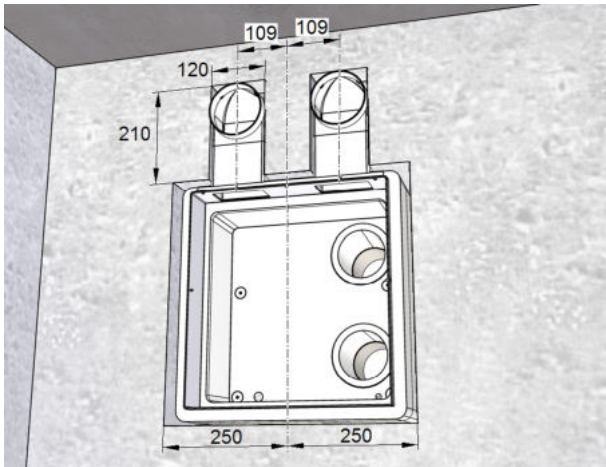
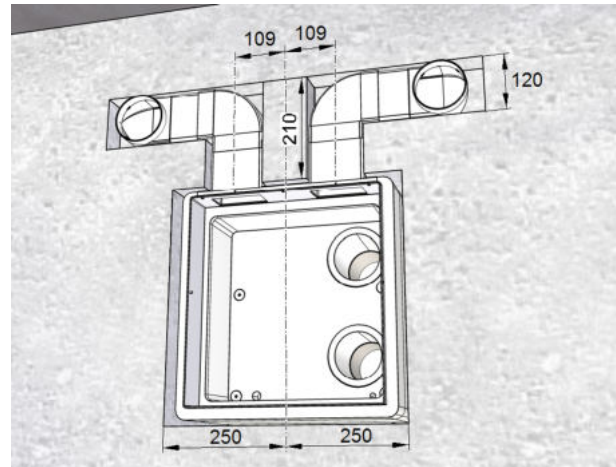

Abb. 10: Beispiel für vertikale Flachkanalführung,
Abb. 11: Beispiel für horizontale Flachkanalführung,
In Abb. 10 und Abb. 11 auf Seite 16 finden Sie Beispiele für die vertikale und horizontale Verlegung von Flachkanälen.
- ▶ Setzen Sie bei der in Abb. 10 gezeigten Anordnung von Abluft- und Zuluftöffnung **nur Lamel-